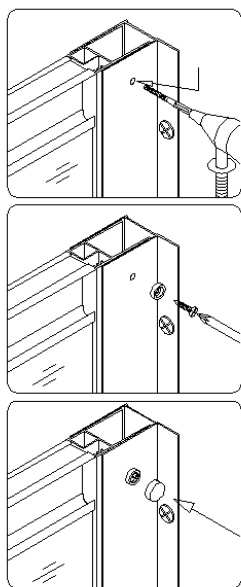

рис. 7
8. Произведите окончательную проверку и регулировку сборки душа на поддоне. Далее следует просверлить небольшие отверстия в стене и стеклянных профилях, собрав их вместе при помощи шурупа ST4.2x10 **(12)** **(рис. 7)**. *(Не используйте шуруповерт!)*.